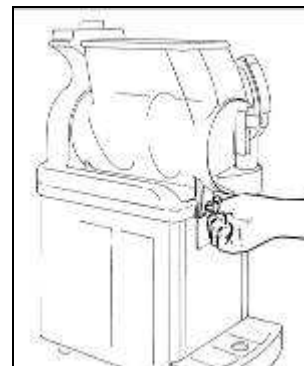

Fig. 37
- Fissare la vasca avvitando entrambi i pomelli fino al fondo della loro corsa (fig.37).